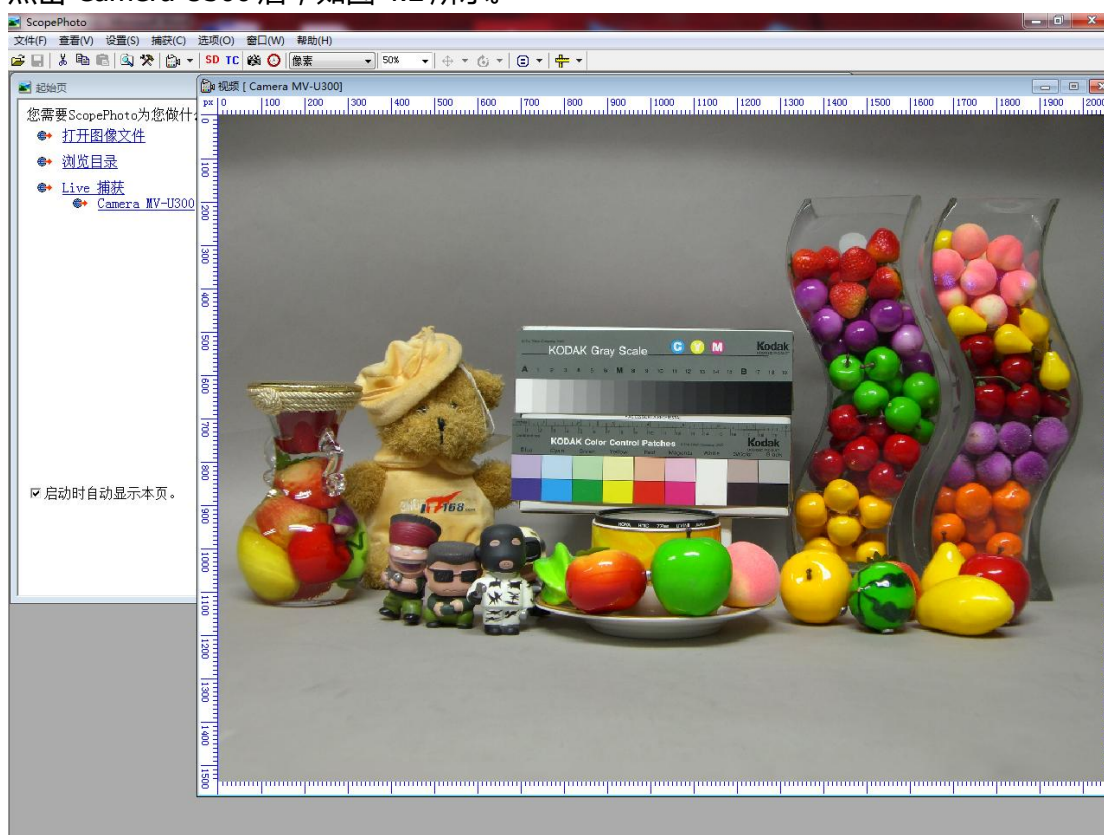

图 4.2 Scope photo 打开 U300 时界面
3. 点击 Camera U300 后，如图 4.2 所示。